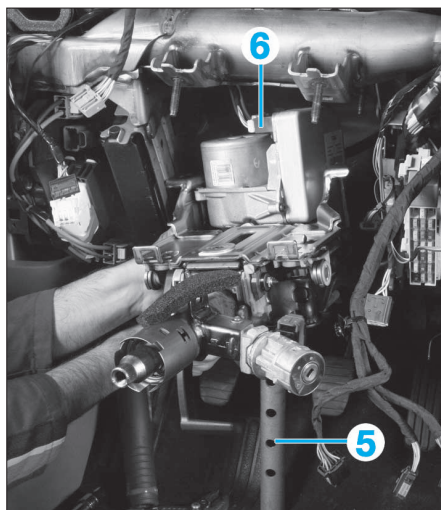

FIG. 8
- Mettre une cale (5) d'environ 30 cm entre le plancher et la vis de l'arbre intermédiaire pour pouvoir poser la colonne avant de débrancher la connectique (6) (Fig.8).